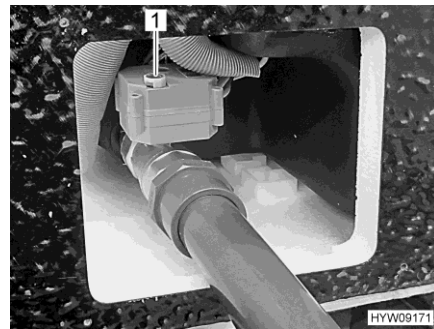

Fig. 164 Manovella (rubinetto di scolo delle acque grigie)
- Per aprire il rubinetto di scolo delle acque grigie sollevare la manovella (Fig. 164,1) e ruotarla in senso antiorario fino a battuta. La direzione di rotazione (O per apertura, S per chiusura) è indicata sulla manovella.
- Per chiudere il rubinetto di scolo delle acque grigie sollevare la manovella (Fig. 164,1) e ruotarla in senso orario fino a battuta.